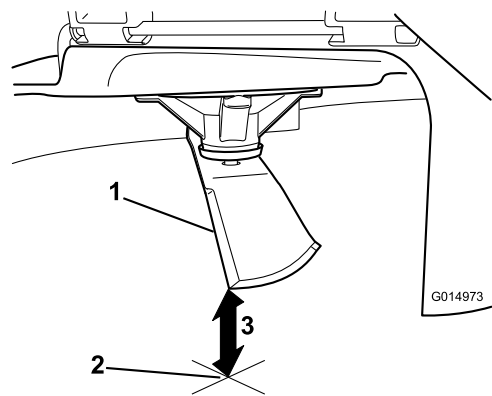

Bild 60
3. Messen Sie von der Messerspitze bis zu ebenen Fläche (**Bild 60**).